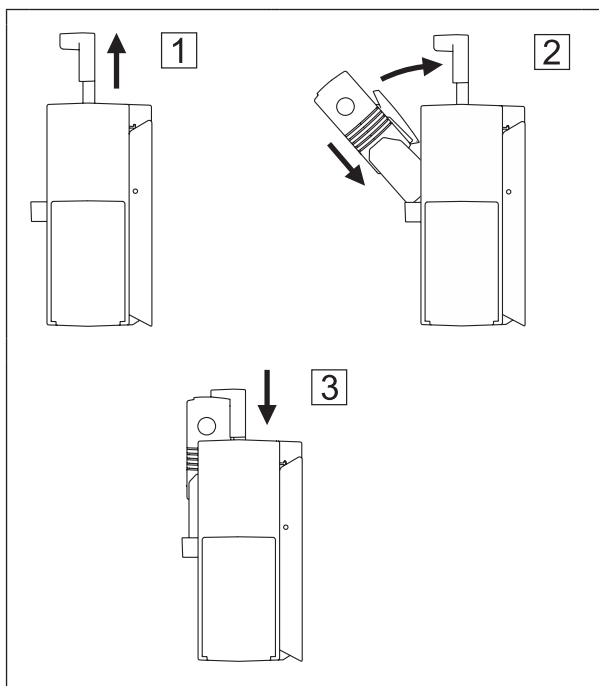

Fig. 14: Mise en place de l'appareil dans le système de vérification (système de vérification représenté sans étuis)
1. Tirez le dispositif de blocage vers le haut jusqu'à la butée (fig. 14 **1**).
2. Placez l'appareil dans le logement de l'appareil, arête inférieure avant en premier. Inclinez l'appareil vers l'arrière (fig. 14 [2]).
3. Poussez entièrement le dispositif de blocage vers le bas (fig. 14 [3]).